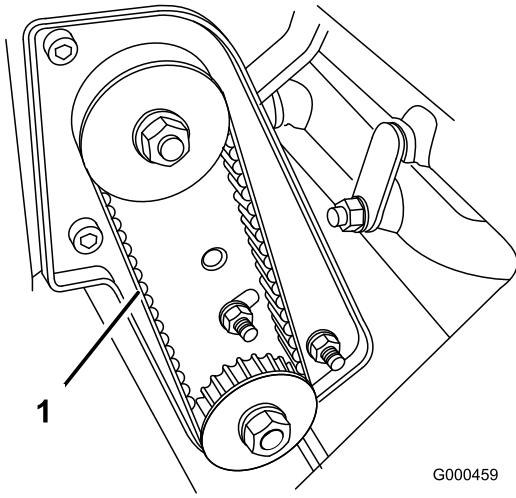

Figure 35
- Contrôlez la tension de la courroie en exerçant une force de $1,8 \pm 0,5$ kg à mi-distance entre les poulies (Figure 35). La courroie doit présenter une flèche de 4,8 à 7,9 mm. Si ce n'est pas le cas, passez à l'étape suivante.